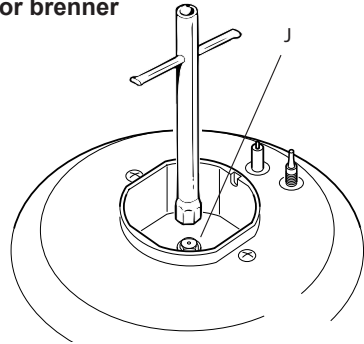

Fig. 5.2a
- Bruk en skiftnøkkel til å skifte ut dysen "J" (Fig. 5.2a, 5.2b, 5.2c, 5.2d) med dyser, som passer til valgt gasstype.